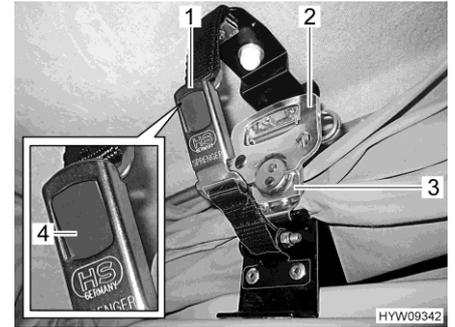

Bild 24 Verriegelung
- Auf beiden Seiten das Schnellspannschloss (Bild 24,3) nach unten ziehen und in Halteplatte einhängen.
- Jeweils Griff (Bild 24,2) am Schnellspannschloss ausklappen und eine halbe Umdrehung im Uhrzeigersinn drehen.
- Jeweils die beiden Teile des Schnappschlusses (Bild 24,1) zusammenstecken. Der graue Druckknopf (Bild 24,4) rastet ein.